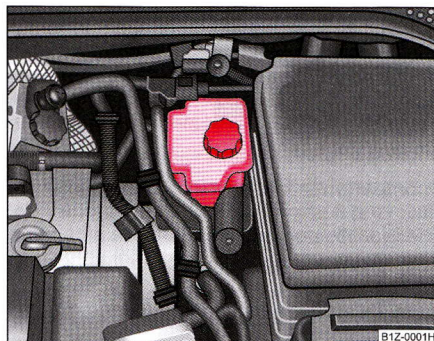

Fig. 195 Compartimentul motor: Rezervorul lichidului de frână
- Verificați nivelul lichidului de frână din rezervor ⇒ fig. 195. Nivelul trebuie să se găsească între marcajele „MIN” și „MAX”.